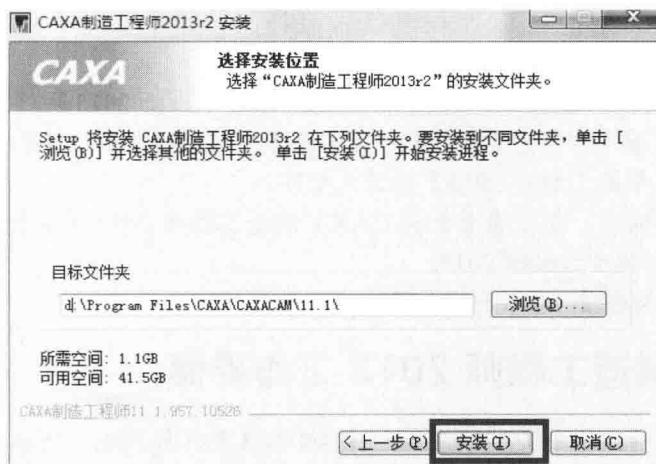

图 1-11 安装文件夹
- [4] 系统显示如图 1-11 所示的安装文件夹对话框，默认安装位置在“c:\Program Files\CAXA\CAXACAM\11.1\”目录下，读者可以单击【浏览】按钮来重新选择安装路径。